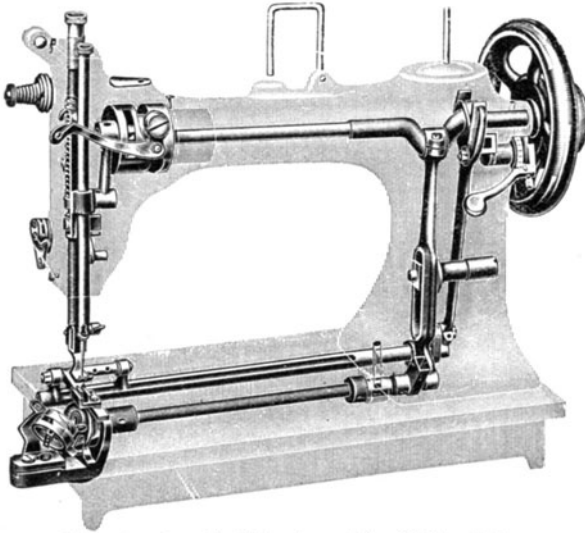

Abb. 51. Das Getriebe einer Schnellnähmaschine.
**Das Getriebe im Unterbau** (Abb. 51. Vgl. Abb. 19, S. 23).